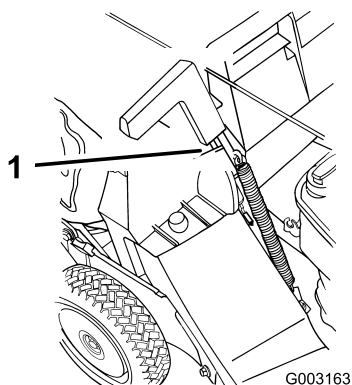

Figure 21
5. Tirez la poignée du volet d'éjection vers l'avant pour dégager le goujon de l'arrêt, puis repoussez la poignée vers l'arrière pour bloquer l'ergot dans l'encoche du bac (Figure 21).